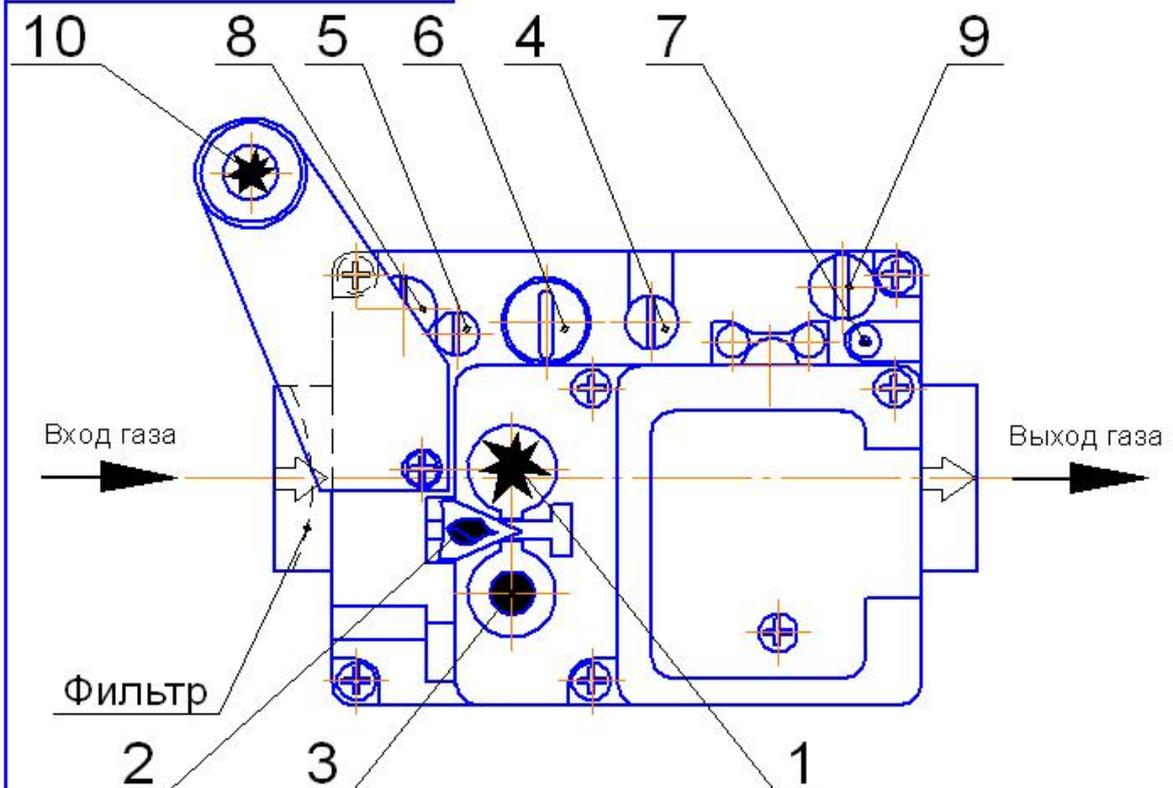

Рис.5 Элементы управления газовым клапаном. Вид сверху.
**6.3.5** Нажмите кнопку «\*» (п.1 рис.5) и удерживайте её полностью нажатой – проход газа к запальной (пилотной) горелке открывается. Не отпуская кнопку «\*», нажмите кнопку пьезовоспламенителя 10 до щелчка. Контролируйте розжиг запальной горелки через смотровое отверстие щитка.
**6.3.8** Для включения основной газовой горелки нажмите поперечную кнопку «» (поз. 2, рис. 5).
6.7 Для полного выключения котла нажмите кнопку «●» (поз.3 рис.5) полностью. Отпустите кнопку. При этом кнопки «●» и «\*» фиксируются в нижнем положении. Когда ток, вырабатываемый термодарой, перестанет быть достаточным для удержания магнитного блока притянутым, кнопки «●» и «\*» освобождаются, и переходят в верхнее положение. Теперь имеется возможность выполнить повторный розжиг. Если в этом нет необходимости, выключите тумблер «СЕТЬ» и закройте газовый кран перед котлом.